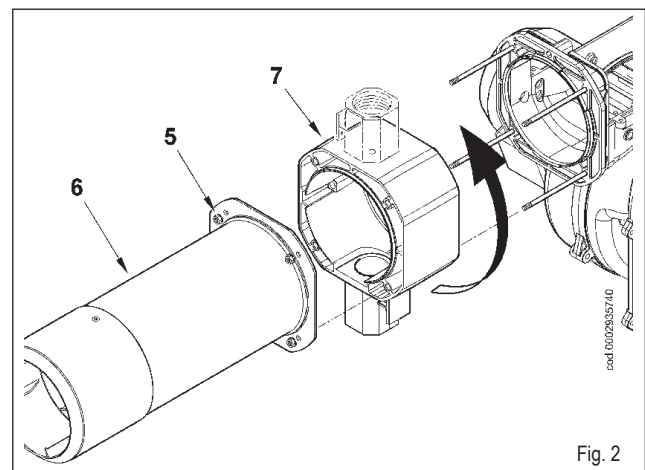

Fig. 2
d'avancement du groupe à la plaquette (figure 2).
- 3) Enlever ensuite les 4 écrous (5) de la figure 2, démonter le tube flamme (6) et, après avoir ôté le réducteur de pression (7) de ses goujons, repositionner ce dernier avec l'embout fileté pour la fixation de la rampe de gaz dirigée vers le haut.
- 4) Pour terminer l'opération, fixer le tube flamme (6) et le réducteur de pression (7) avec les 4 écrous (5), puis repositionner le groupe de mélange à sa place.